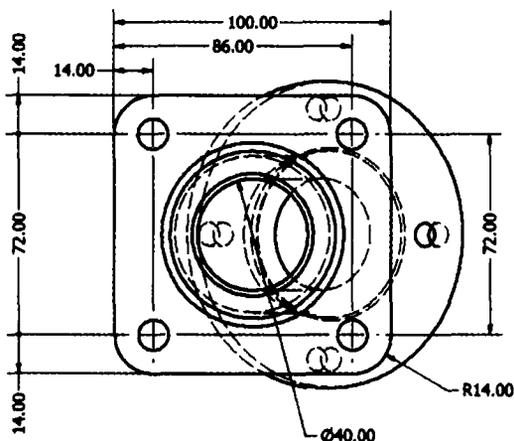

Рис. 2.26. Цепь – наиболее простой специализированный инструмент
7. Щелкните в месте для размеров правой кнопкой мыши выберите **Сделать исходной точкой**. См. рис. 2.26.